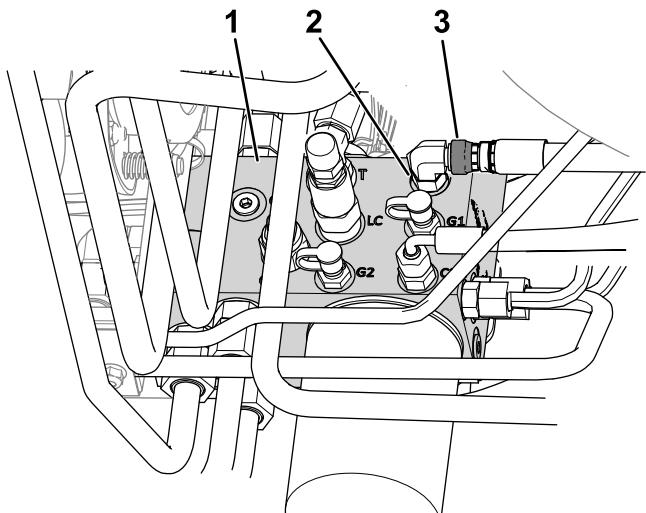

図 8
- B. 油圧マニホールドのポートC1に接続されているホースのスイベルナットをゆるめる図8。
E. ホースのスイベルナットをポートC1(図8)に41 N·mでトルク締めする